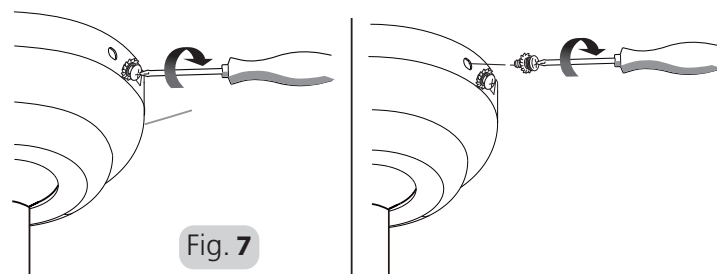

Fig. 7
4. Die beiden anderen Stellschrauben und Unterlegscheiben montieren. Ziehen Sie alle Schrauben an, vergewissern Sie sich, dass die Abdeckhaube sicher befestigt ist und dass Sie keine Kabel eingeklemmt haben. Achten Sie darauf, dass der Schlitz der Nylon-Gummirolle in den Führungsstift der oberen Haube passt. Siehe Abb. 7.
4. Insert the other two set screws and washers. Tighten all the screws, make sure that the canopy is secure and that you have not trapped any wires. Ensure that the slot of the nylon ball hanger fits into the guide pin of the upper canopy. Refer Fig. 7.
4. Insérez les deux autres ensembles vis et rondelles. Serrez toutes les vis, vérifiez que le boîtier est bien fixé et que vous n'avez coincé aucun câble. Assurez-vous que l'encoche de la boule de suspension en nylon correspond à la goupille de guidage du boîtier supérieur. Voir Figure 7.
4. Inserire le altre due viti e rondelle di fissaggio. Serrare tutte le viti, quindi assicurarsi che la calotta sia sicura e di non aver intrappolato nessun cavo. Assicurarsi che la fessura del giunto sferico entri nel perno di guida della calotta superiore. Vedere fig. 7.
4. Plaats de andere twee stelschroeven en tussenringen. Draai alle schroeven vast, zorg ervoor dat de plafondkap goed vastzit en dat u geen draden hebt ingeklemd. Zorg ervoor dat de sleuf van de nylon kogelhanger in de geleidepen van het bovenste plafondkapgedeelte past. Zie Fig 7.
4. Insira os dois outros conjuntos de parafusos e anilhas. Aperte todos os parafusos, assegure-se que a cobertura está presa e que nenhum fio ficou entalado. Assegure-se que a ranhura no suporte de suspensão em nylon encaixa no pino guia da cobertura superior. Consulte Fig 7.
4. Вставьте два других установочных винта с шайбами. Затяните все винты и убедитесь, что колпак закреплен, а провода не запутались. Убедитесь, что отверстие нейлонового подвешного шарика входит в направляющий штифт верхнего колпака. См. рис. 7.
- Założyć dwie pozostałe śruby ustalające wraz z podkładkami. Dokręcić wszystkie śruby, upewniając się, że osłona jest zabezpieczona i żaden z przewodów nie został zakleszczony. Upewnić się, że gniazdo nylonowego wieszaka elementu kulistego pasuje do kołka prowadzącego górnej osłony. Patrz rys. 7.